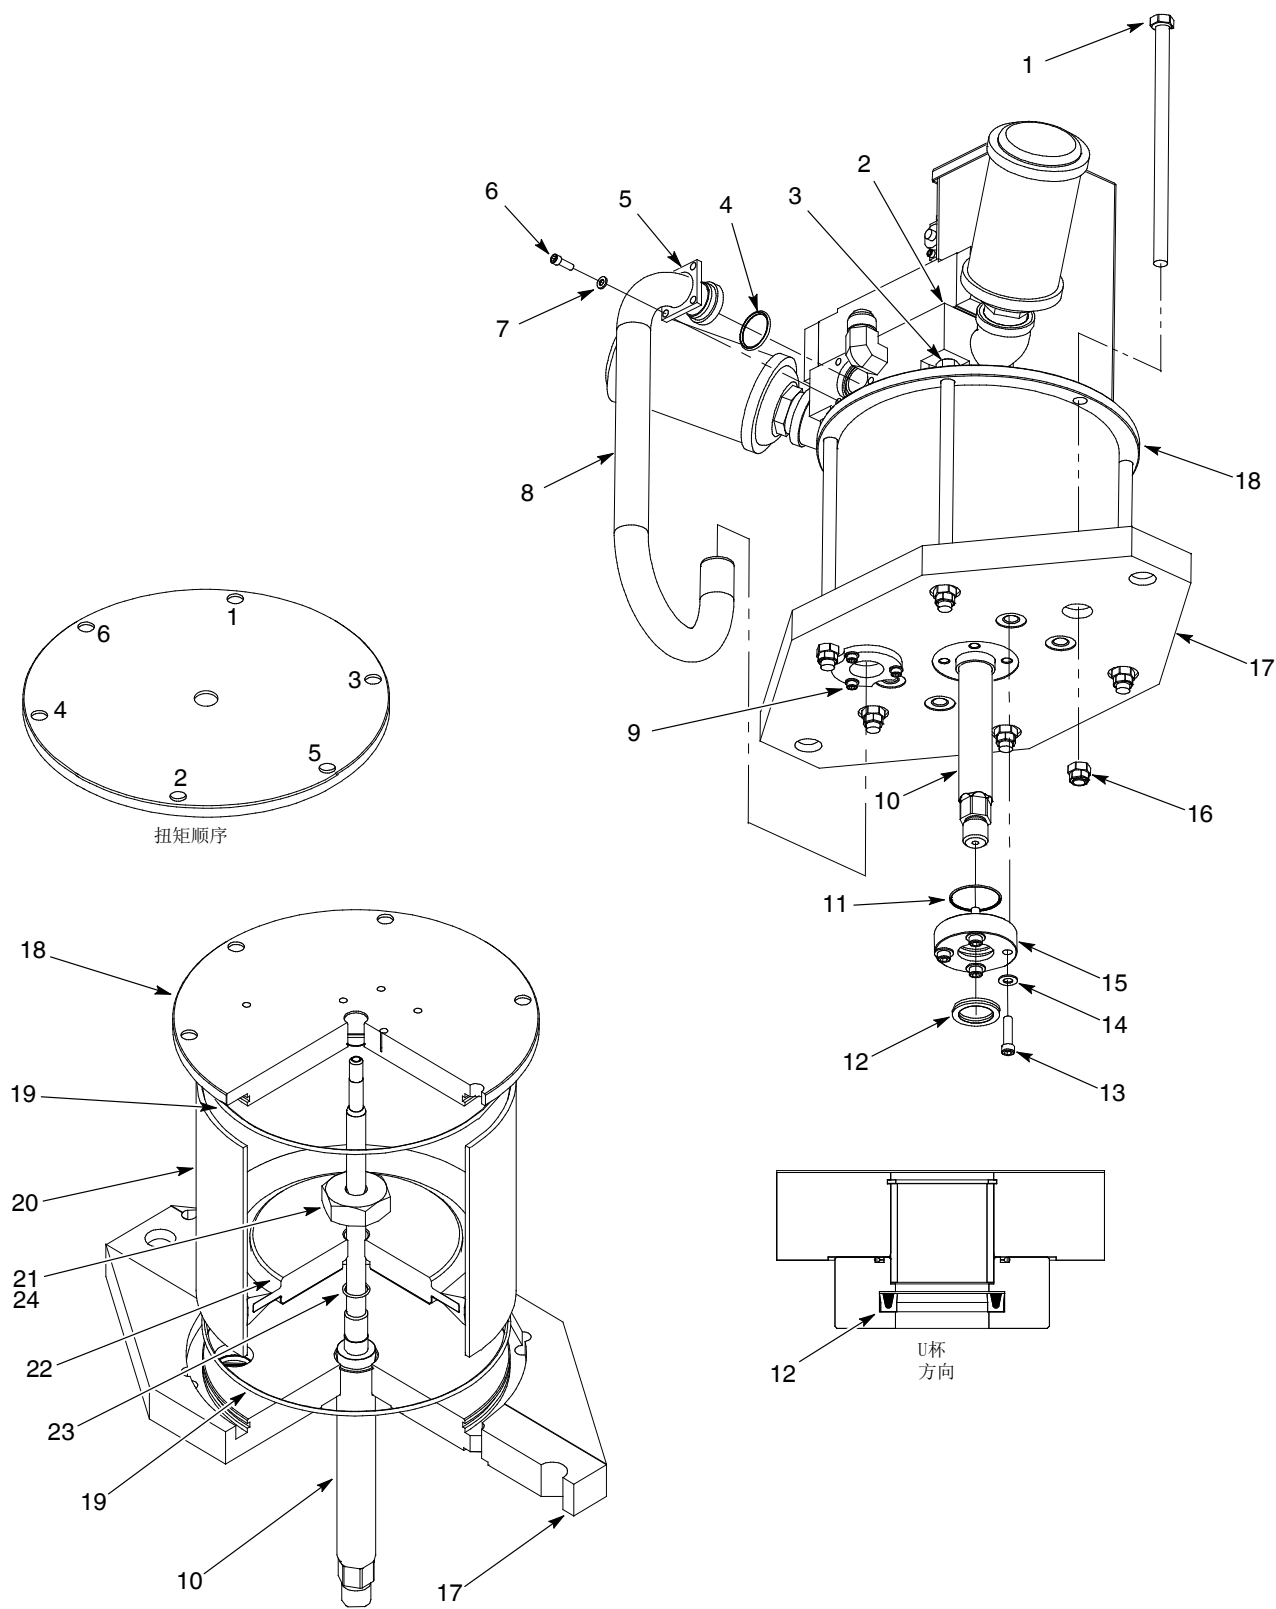

图 13 更换活塞
4. 详见图13。拆除用于将上部供应管固定器(5)固定至空气分歧座(2)的螺钉(6)和垫圈(7)。
1. 详见图13。在以下零件上涂抹TFE润滑脂: